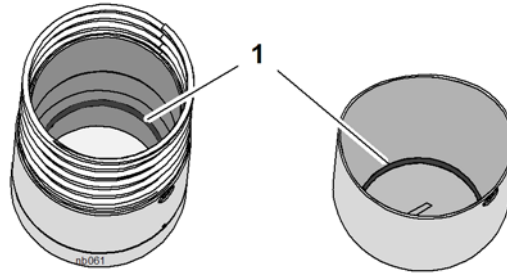

Fig. 12 Lubrificazione dell'anello del pattino
- ⇒ Lubrificare la parte interna dell'anello ("Fig. 12, Lubrificazione dell'anello del pattino", voce 1) con della vaselina